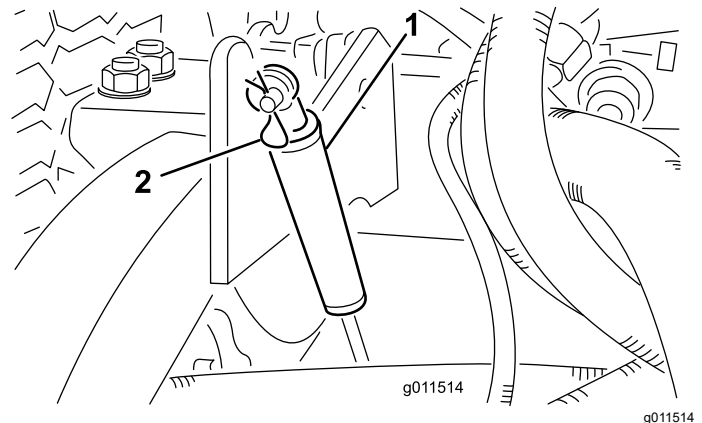

Figure 89
2. Retirez la goupille fendue qui fixe les amortisseurs aux bras de levage (Figure 89).